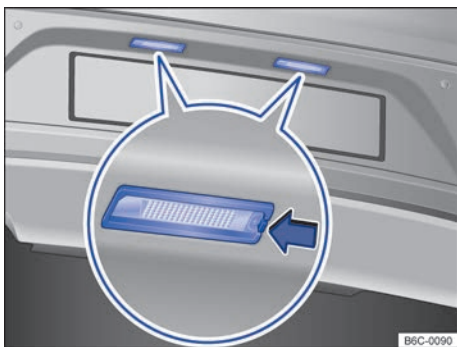

Fig. 166 No para-choque traseiro: lanterna da placa de licença.
- 2 Com o auxílio de uma chave de fenda, pressionar a trava → Fig. 166 (seta) para remover o conjunto.